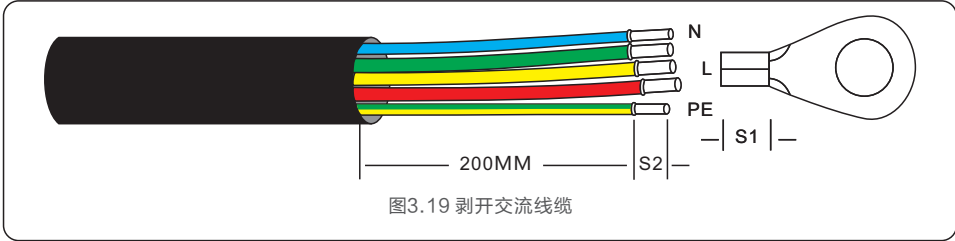

图3.19 剥开交流线缆
- 1. 将交流线缆绝缘护套的末端剥去约200mm，然后剥去每根导线的末端（如图3.19所示）。